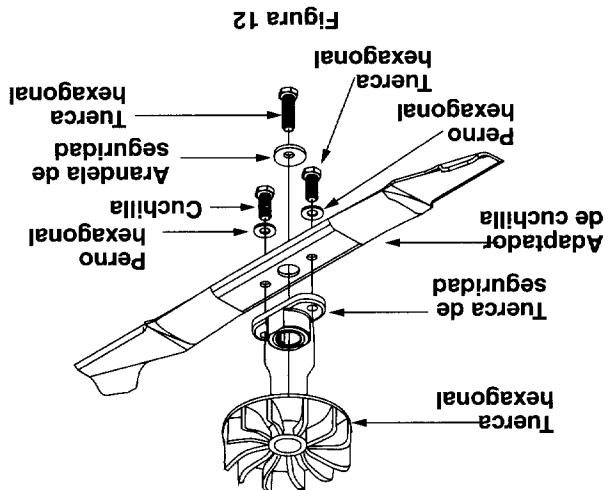

Figura 12
- Al reemplazar la cuchilla, asegúrese de instalar la cuchilla con el lado de la cuchilla marcada "Bottom" ("Fondo" (o con el número de pieza) enfrentado al suelo, cuando la cortadora esté en la posición de operación. Asegúrese también de seguir el orden correcto según se muestra en la figura 12.
- Usar do una llave de caja o de extremo abierto de 9/16, extraiga el perno central y la arandela que campana que mantiene la cuchilla y el adaptador en el eje del motor. Vea la figura 12.
- Coloque el adaptador de la cuchilla en el adaptador de seguidor. Vea la figura 12.
- Ensamble los pernos, las arandelas y las tuercas en el orden exacto de extraccion. Vea la figura 12.